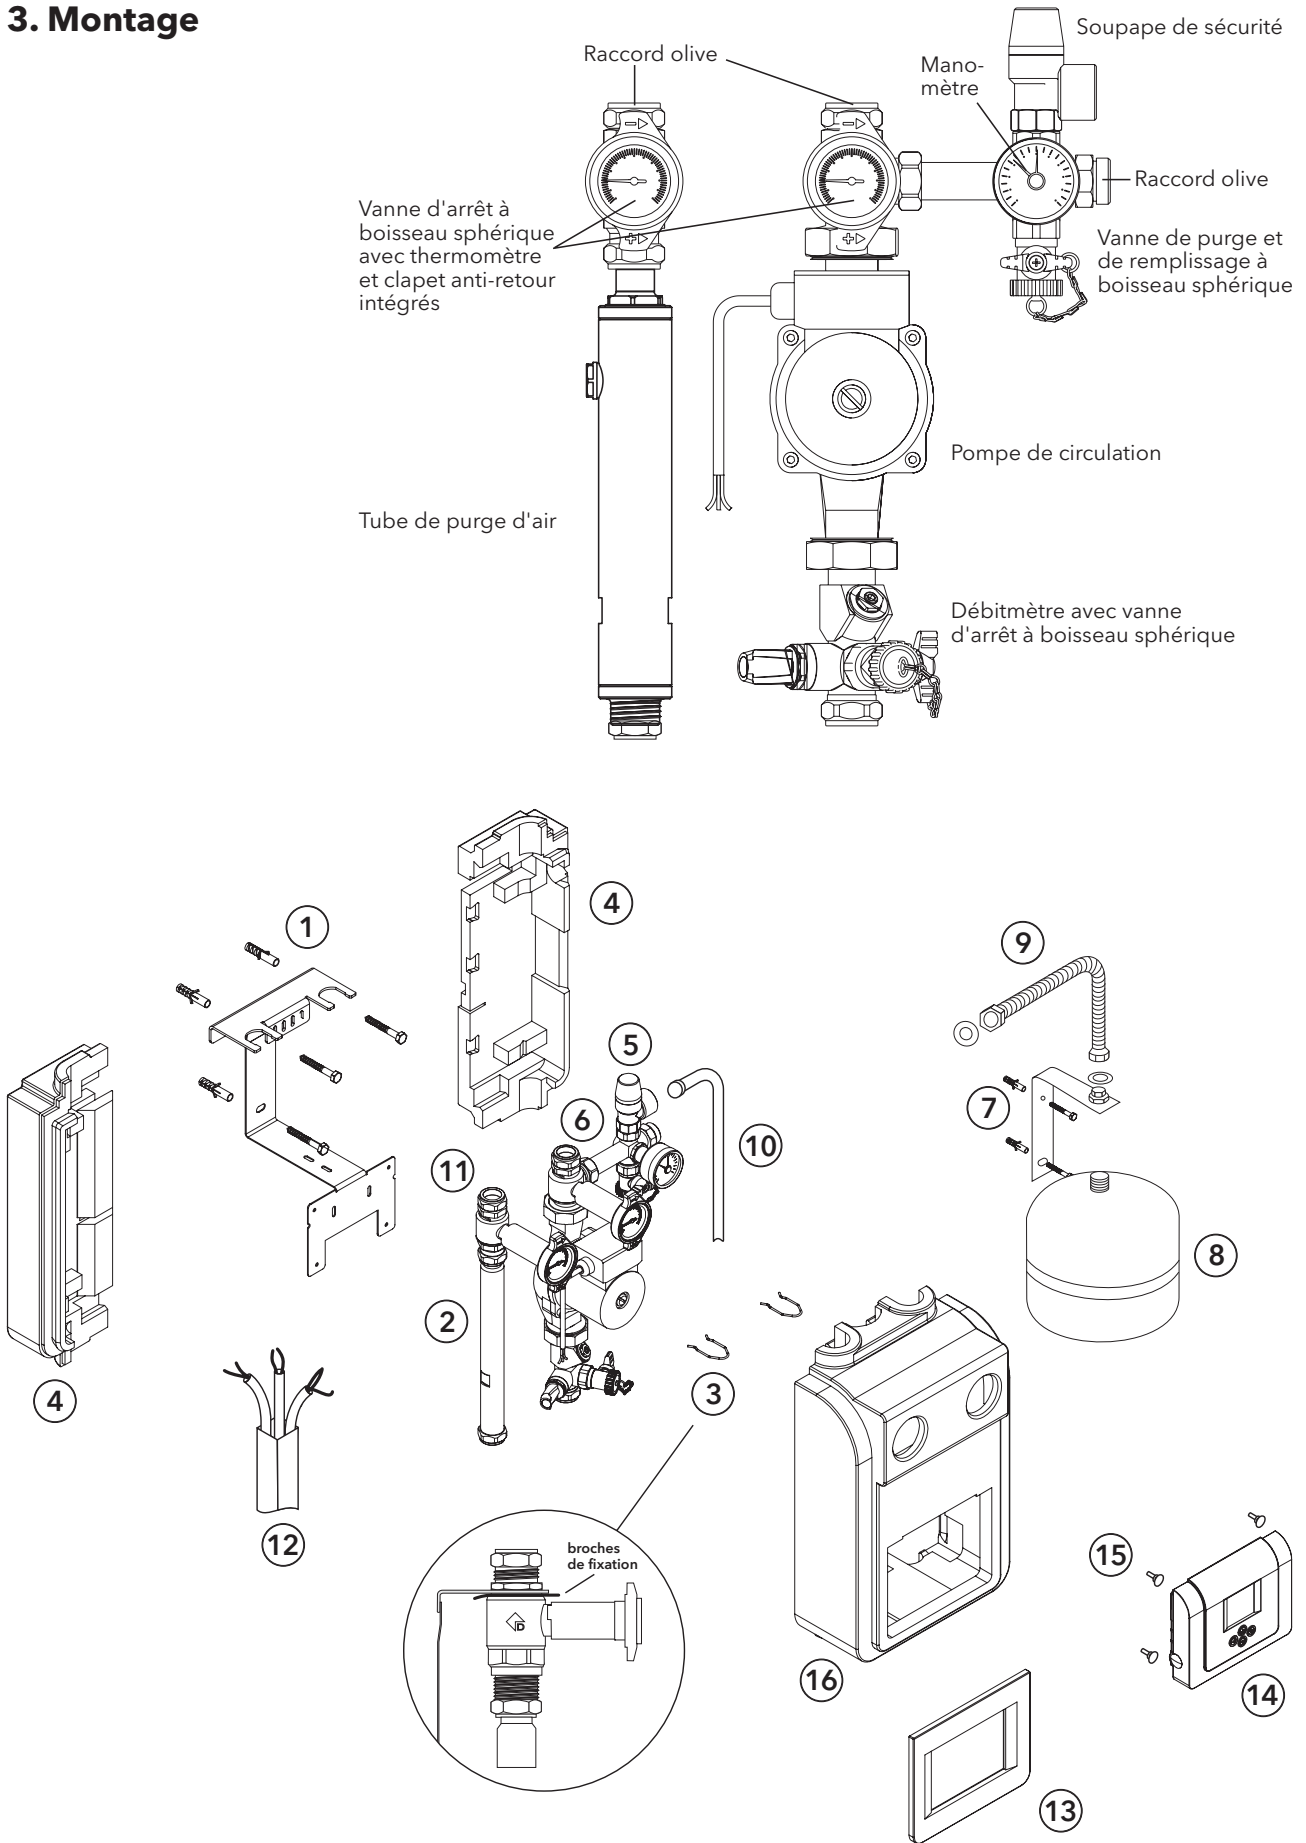

Fig. 4 CIRCO 5 Groupe de transfert solaire et ses composants (Numérotation voir chiffres en parenthèses dans les étapes de montage)
- Positionnez le support de fixation mural (**1**, cf. Fig.4) à l'aide d'un niveau sur le lieu d'implantation prévu, marquez les emplacement des trous à percer, percez et fixez à l'aide des vis et des chevilles fournies.